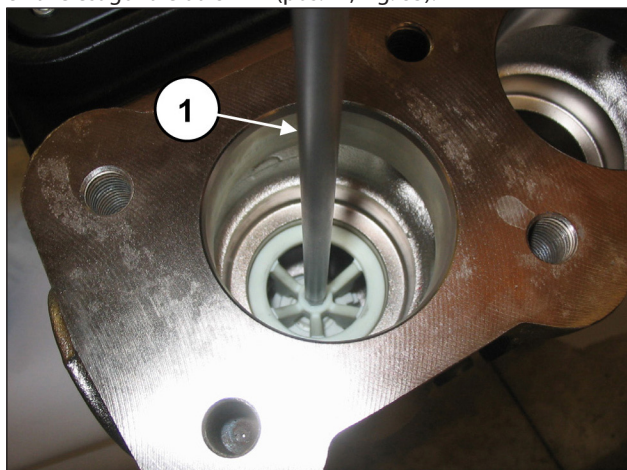

Fig. 83
Estrarre il distanziale guida valvola mediante l'utilizzo di una chiave esagonale da 8 mm (pos. ①, Fig. 83).